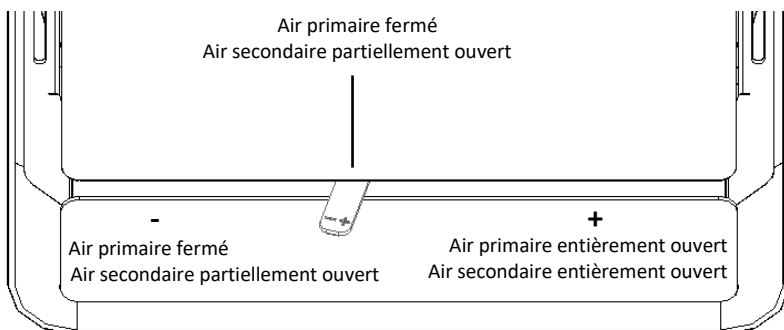
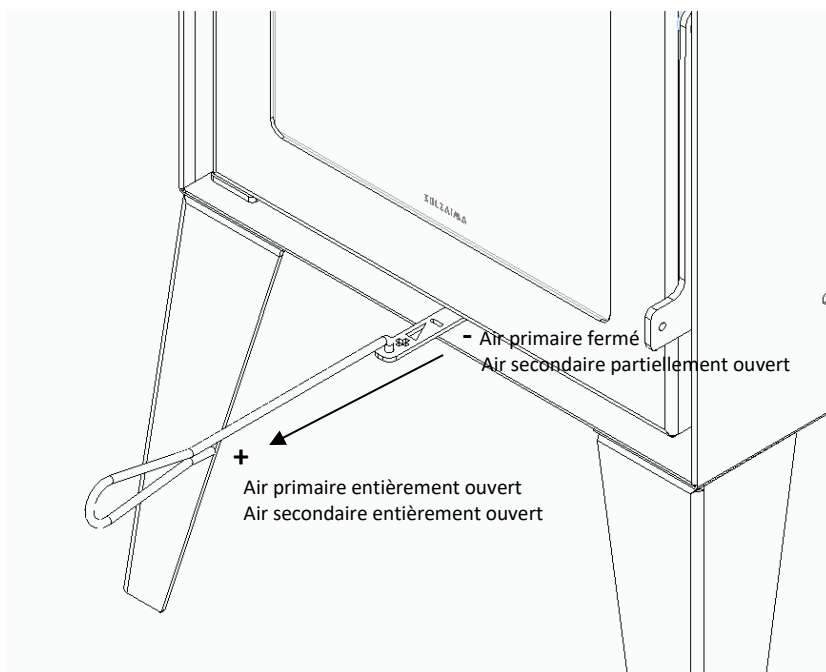

Figure 43 - Régulateur d'air dans la position optimale du point de tir
Figure 44 - Régulateur d'air dans la position optimale du point de tir
5. La période d'allumage se termine lorsque la structure de l'équipement a atteint une température stationnaire. Vous devez ensuite fermer la porte et régler l'entrée d'air de combustion pour une combustion lente (sans air primaire), tel qu'illustré à la Figure 43 et Figure 44;